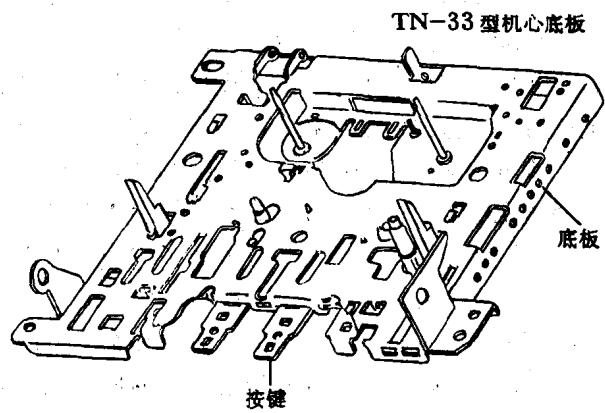

图 1-3
**1. 全金属型底板** 是用金属板材或电镀锌钢带,通过模具在冲压设备上冲裁而成。图 1-3 是 TN-33 型机心底板图。它的钢度取决于底板的设计结构,各部位尺寸精度靠模具保证。一般说来,金属型底板,大多都在其四周不同程度地翻压成 90°的弯边。这样,机心在与整机装配或